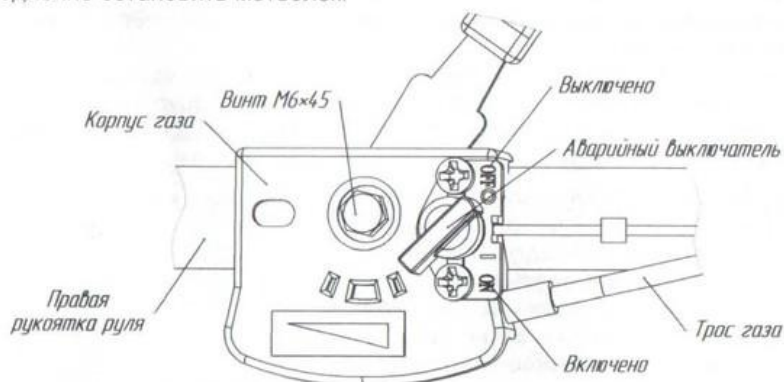

Рис.13 Механизм управления дроссельной заслонкой (газом) двигателя. Аварийный выключатель
- установить ручку газа на рукоятке руля в положение "0" ("СТОП") (рис. 11) или аварийный выключатель в положение "OFF" (рис. 13);